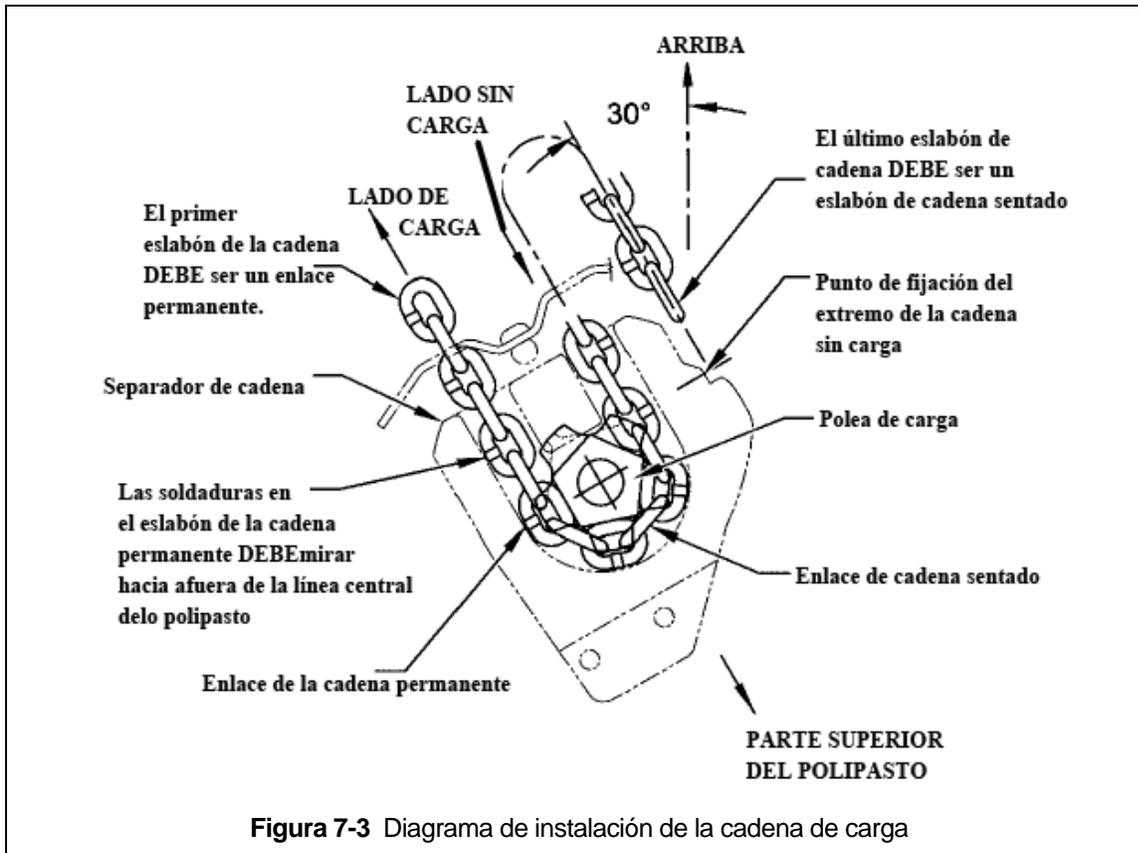

Figura 7-3 Diagrama de instalación de la cadena de carga
- 5) **⚠ PRECAUCIÓN** Invierta el polipasto de manera que las aberturas del separador de la cadena estén hacia arriba e incline el polipasto aproximadamente 30° como se muestra en la figura 7-3. Inserte la cadena en el separador de la cadena en la abertura lateral sin carga asegurándose de que el primer eslabón sea un eslabón fijo y que su soldadura esté alejada de la línea central del polipasto.